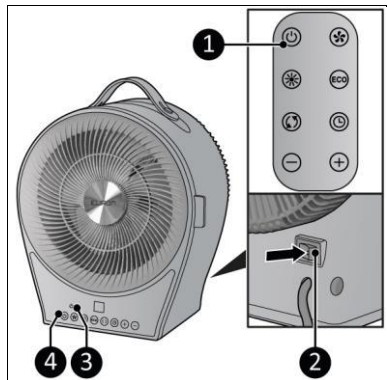

Abbildung 9
1. Drücken Sie den EIN/AUS-Schalter in die Position EIN (Abbildung 9, Pos. 2).
2. Drücken Sie den EIN/AUS-Schalter auf der Schalttafel (Abbildung 9, Pos. 4) oder auf der Fernbedienung (Abbildung 9, Pos. 1).
3. Der EIN/AUS-Schalter (Abbildung 9, Pos. 3) schaltet sich ein.
1. Drücken Sie die AUS-Taste auf der Schalttafel (Abbildung 9, Pos. 4) oder auf der Fernbedienung (Abbildung 9, Pos. 1).